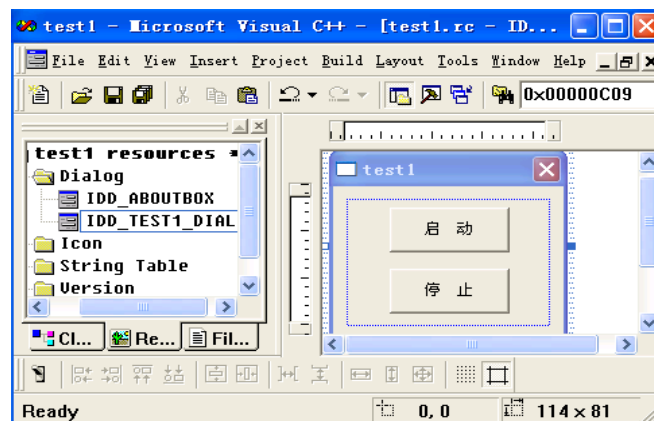

图 7-8 修改对话框
(6) 在应用程序类型中选择“基于对话框”，按“完成”键，建立工程；
(7) 给对话框进行简单的修改，增加按钮“启动”（命名为 IDC_BUTTON_Start）和“停止”（命名为 IDC_BUTTON_Stop），如图 7-8 所示：